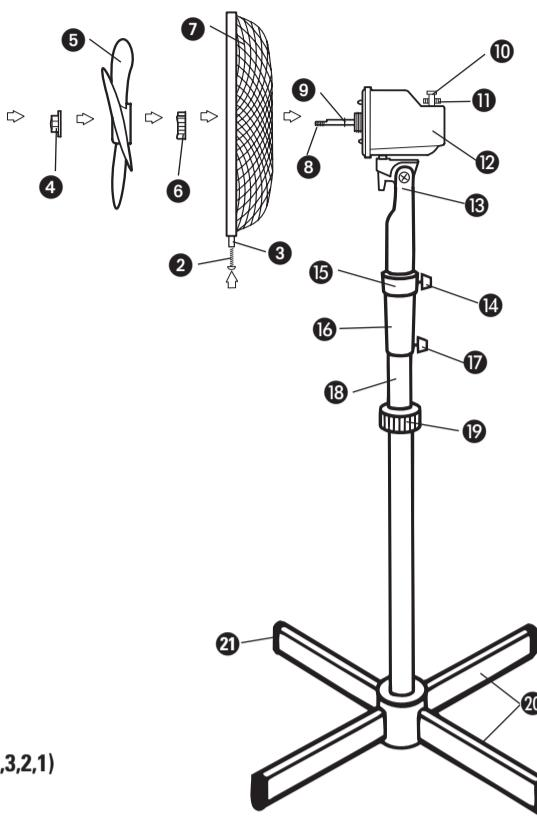

FIG. 2
- CAUTION: Never remove the set knob, which holds the pipe stopper in place (See Fig. 2).**
7. Insert the blade onto the motor shaft, matching the slot on the back of the blade with the shaft pin (Fig. 2). Secure blade with blade cap, turning counterclockwise to tighten.
**TO CLEAN:** Before cleaning, turn fan off and unplug from electrical outlet. Wipe off excess dust with a lint-free cloth. To ensure adequate air circulation to the motor, keep vents located at the rear of the motor housing free from dust accumulation. A vacuum cleaner hose can be used to clean these vents. Do not submerge your fan in water or any other liquid. Disassemble grilles and blade (Fig. 2). Grilles and blade may be cleaned with mild soap and water. Use a soft, slightly damp cloth to wipe the remaining fan parts. Do not allow water or any other liquid to get into the motor housing or base. Reassemble fan after grilles and blade have dried completely. Do not plug fan into electrical outlet until it has been fully reassembled.
- PRECAUCIÓN: Nunca retire la perilla para fijar, la cual sostiene en su lugar el tubo que sirve de tope (ver Fig. 2).**
7. Coloque la aspa en el eje de la caja del motor, concordando la ranura de la parte de atrás de la aspa con la clavija del eje (Fig. 2). Asegure la aspa con la tapa, dándole vuelta hacia la izquierda para ajustarla.
**PARA LIMPIAR:** Antes de limpiarlo, apague el ventilador y desenchufelo. Sacuda el exceso de polvo con un paño libre de pelusas. Para asegurar una adecuada circulación de aire al motor, mantenga los orificios ubicados en la parte de atrás del motor libre de acumulación de polvo. Una aspiradora puede ser usada para limpiar estos orificios. No sumerja el ventilador en agua o cualquier otro líquido. Desensamble las parrillas y la paleta (Fig. 2). Las parrillas y la paleta pueden ser limpiadas con agua y jabón. Use un paño suave ligeramente humedecido para limpiar el resto de las partes del ventilador. No deje que agua o ningún otro líquido entre en el motor o la base. Ensamble nuevamente el ventilador después de que las parrillas y la paleta estén completamente secas. No lo enjuague hasta que se encuentre completamente ensamblado.
**ATTENTION : Ne jamais enlever le bouton de fixation qui maintient l'obturateur en place (voir Fig. 2).**
7. Placer l'ensemble pales sur l'arbre du moteur, alignant la rainure au dos de l'ensemble pales avec le pignon de l'arbre (Fig. 2). Attacher les pales avec le capuchon des pales et serrer en tournant dans le sens contraire des aiguilles d'une montre.
**POUR NETTOYER :** Avant de nettoyer, arrêtez le ventilateur et débranchez de la prise. Essuyer l'excès de poussière avec un chiffon anti-peluche. Pour que la circulation d'air au moteur soit suffisante, ne pas laisser s'accumuler la poussière sur les événements situés à l'arrière du boîtier du moteur. On peut utiliser un aspirateur pour nettoyer ces événements. Ne pas tremper dans l'eau ni dans d'autres liquides. Démontez les grilles et l'ensemble pales (Fig. 2). On peut nettoyer les grilles et les pales à l'eau et au savon doux. Utiliser un chiffon doux légèrement humecté pour essuyer le reste des parties du ventilateur. Ne pas laisser couler de l'eau ou tout autre liquide dans le boîtier du moteur ou dans le socle. Remonter le ventilateur quand les grilles et les pales sont entièrement sèches. Ne pas brancher le ventilateur dans la prise avant qu'il soit complètement remonté.